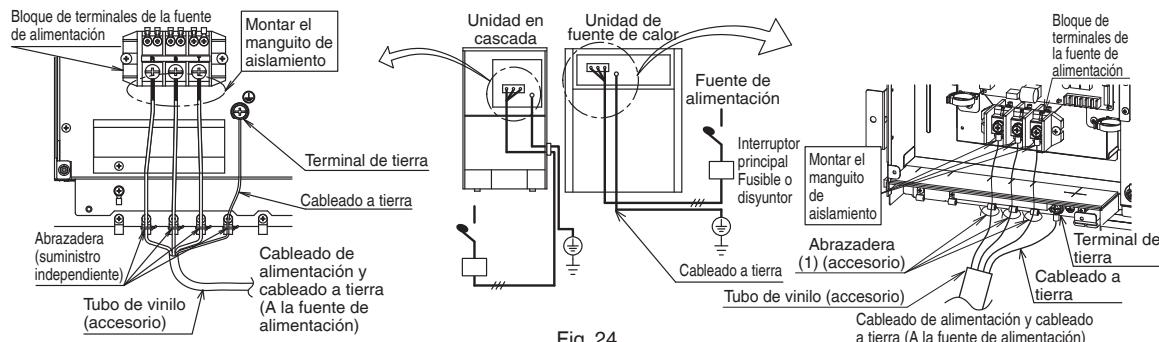

Fig. 24
- Instale un manguito aislante en el cableado de alimentación y conéctelo al bloque de terminales de la fuente de alimentación. Finalizada la conexión, sujetelo usando las abrazaderas como se muestra en la Fig. 24. Utilice las pinzas suministradas para la unidad de fuente de calor y prepare aparte las abrazaderas para la unidad en cascada.
- Para el cableado a tierra de la unidad de fuente de calor, utilice la abrazadera adjunta (1) para conectarlo al cableado de alimentación siguiendo el procedimiento de la Fig. 24 para no aplicar ninguna fuerza externa al terminal.